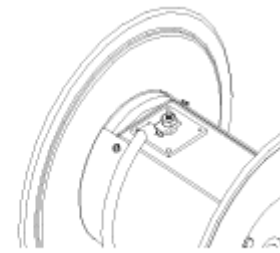

Fig 2.0
- 1.) Tun Sie den Verbinder ueber der Stiftschraube (Fig.2.0) und installieren Sie die Messingnuss (imbegriffen).